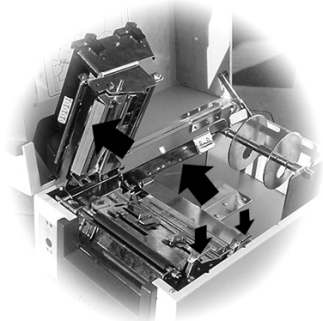

图 1
- b) 如图 1 所示，依次按下打印头组件扳手，抬起打印头组件，按下压纸组件扳手，抬起压纸组件；